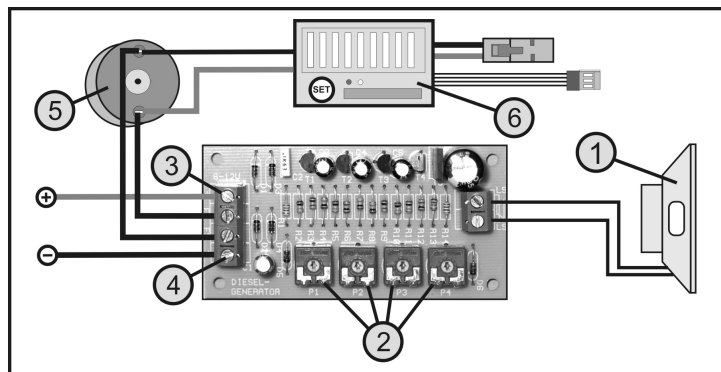

Figure 1
- Connectez un haut-parleur miniature sur la borne à deux broches « LS » (voir figure 1, Pos. 1). Le haut-parleur doit présenter une impédance de 4 - 8 ohms.
- En utilisant un tournevis approprié, positionnez les boutons de réglage P1 - P4 (voir figure 1, Pos. 2) en position médiane. Pour ce faire, utilisez un tournevis de réglage en plastique pour éviter tout court-circuit.
- Connectez la tension d'alimentation (6 - 12 V/CC) aux bornes « + » (voir figure 1, Pos. 3) et « - » (voir figure 1, Pos. 4) en respectant la polarité.
- Si le bruit électronique doit dépendre de la vitesse de déplacement, les deux bornes « FS » doivent être connectées parallèlement au moteur d'entraînement (voir figure 1, pos. 5) Il n'est pas nécessaire de faire attention à la polarité des câbles de raccordement du moteur.
Le raccordement d'un moteur de traction n'est possible que s'il y a dans le moteur un moteur à courant continu (moteur collecteur avec deux câbles de raccordement) avec régulateur de vitesse approprié (voir figure 1, pos. 6).